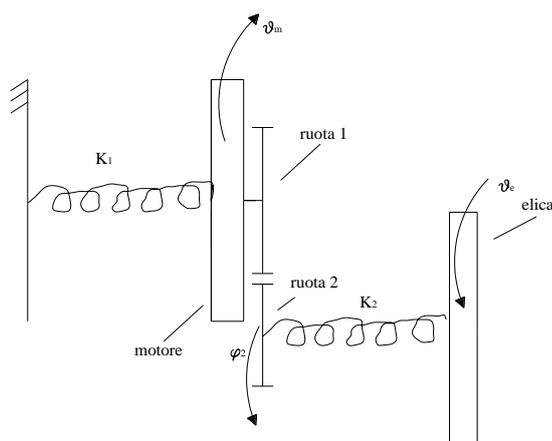

Figura 4. Modello a 2 g.d.l..
Una volta eliminato il volano, il sistema a 3 g.d.l. si modifica in uno a 2 g.d.l.(Figura 4). Le matrici J e K sono ottenibili dalle espressioni (2) eliminando la riga e la colonna relativa alla coordinata del volano: